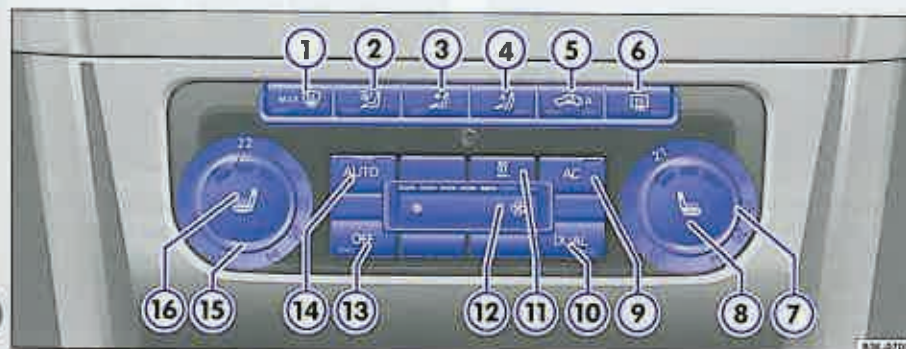

Fig. 107 În consola centrală: Elementele de comandă Climatronic.
– Rotiți regulatorul de temperatură ⇒ fig. 107 ⁽⁵⁾ sau ⁽⁷⁾, pentru a regla temperatura de pe partea stângă, resp. de pe partea dreaptă.